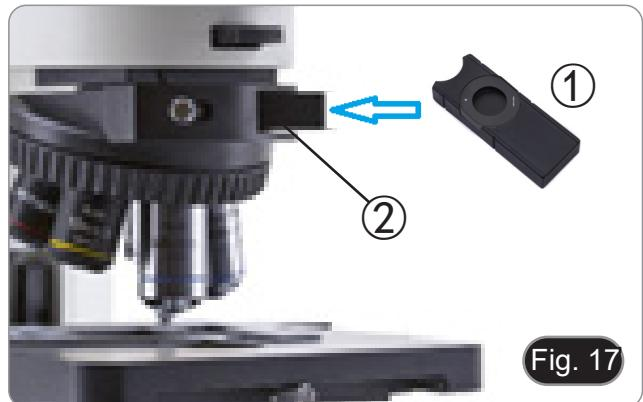

Fig. 17
2. Quitar la corredera vacía del revólver e insertar el analizador en la carcasa vacía de la corredera, luego insertar el ensamblaje ① en la ranura ②. (Fig. 17)